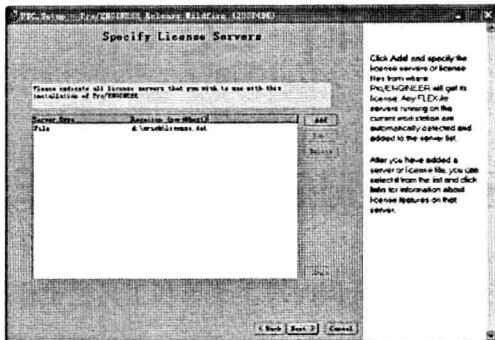
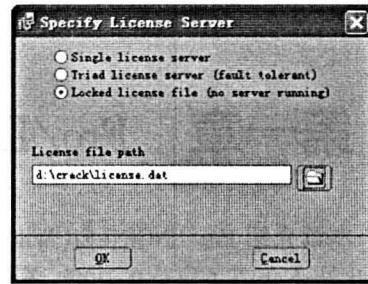

图 1-3
图 1-4
- (4) 根据需要选择安装组件及安装路径后，来到图 1-3 处，单击 Add 按钮，在弹出的对话框中选择第三项，并在其下方的文本框中指定刚才生成的 License.dat 文件路径，如图 1-4 所示。单击 OK 按钮。
(5) 接下来就按默认的安装选项一路单击 Next、Yes、Ok 即可完成。